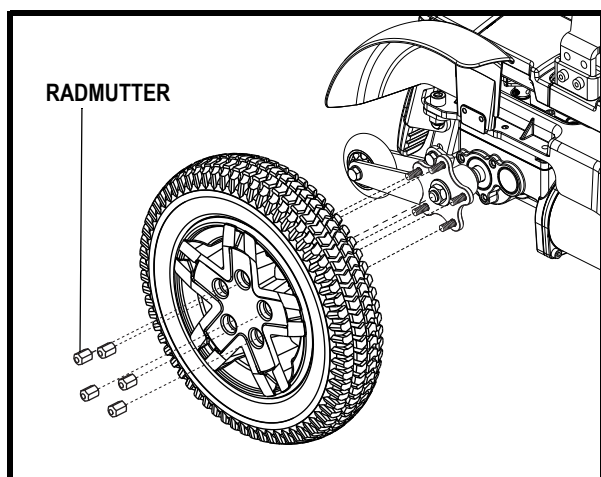

Abb. 23. Lightning-Antriebsrad
4. Die fünf (5) Radmutter von der Radnabe entfernen. **Siehe Abb. 23.**